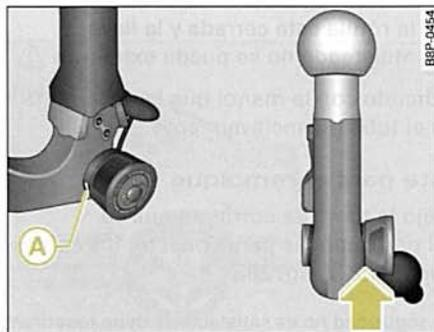

Fig. 201 Dispositivo desmontable para remolque: Comprobación de seguridad
- Compruebe si la marca verde **A** ⇒ fig. 201 de la rueda moleteada se encuentra en la zona negra de la rótula. ▶